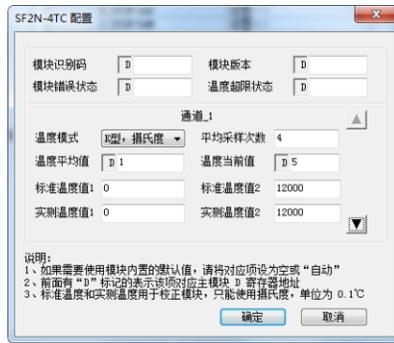
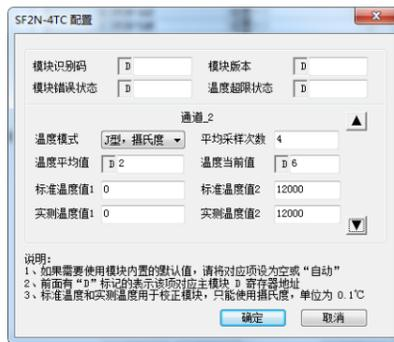
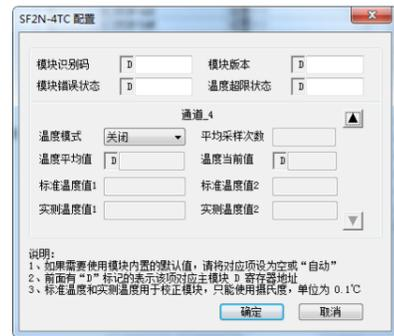

图 4-1 模块第 1 通道设置界面
图 4-2 模块第 2 通道设置界面
图 4-4 模块第 4 通道设置界面
9. BFM#4094：模块软件版本信息单元。自动显示在后台软件中的 SF2N-4TC 配置界面中的**模块版本**栏，见图 4-1。
输出第 1 通道设置界面如图 4-1，设置完成后，点向下的黑色按钮，继续设置输出第 2 通道、3 和 4，设置界面分别如图 4-2~图 4-4。进一步详细说明参见《SF2N 系列可编程控制器编程参考手册》。